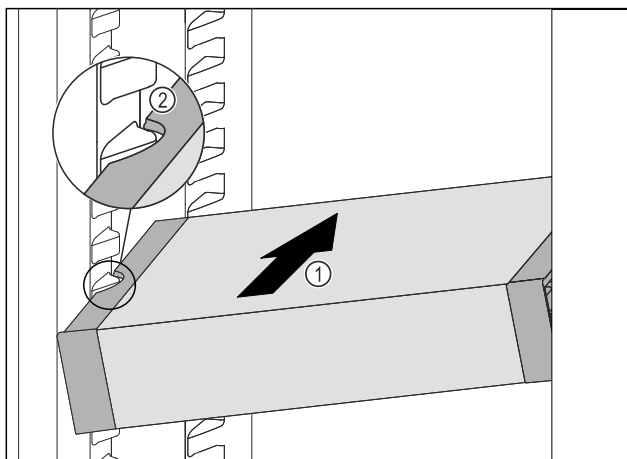

Fig. 94
- Inserire VarioSafe ad angolo nel vano frigorifero Fig. 94 (1), fino a quando le cavità laterali Fig. 94 (2) di VarioSafe non si trovano al livello della nervatura del contenitore nel vano frigorifero.